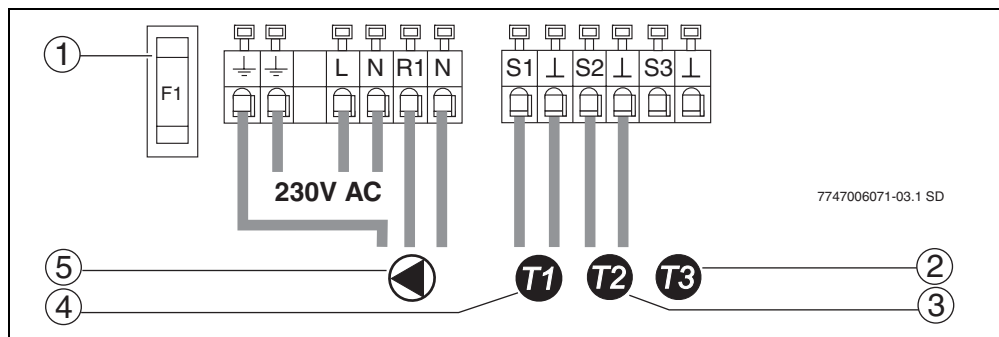

Bild 6 Anschlussplan
- Leitungen gemäß Anschlussplan (→ Bild 6) anschließen.